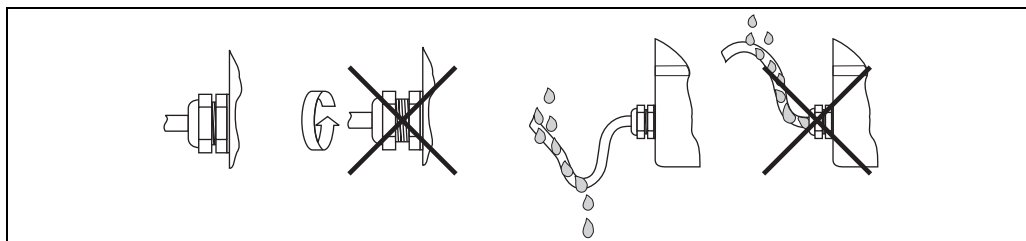

fig. 8 : Conseils de raccordement pour le respect de la protection IP 67
- Serrer fermement l'entrée de câble → fig. 8
- Avant de passer dans l'entrée de câble, le câble doit faire une boucle vers le bas ("poche d'eau", → fig. 8) pour éviter l'humidité dans l'entrée de câble. Installer l'appareil de sorte que les entrées de câble ne soit pas dirigées vers le haut.